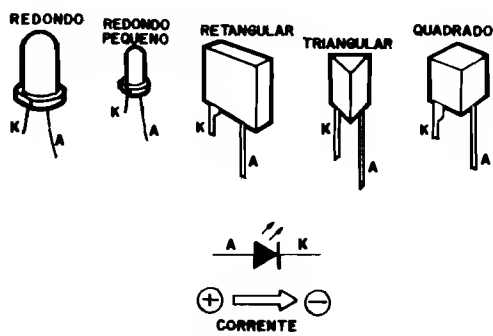

Fig. 5
- FIG. 5 - Não importa o que “está lá dentro” do LED, seu encapsulamento (plástico, acrílico...) pode ser apresentado nos formatos redondo (5mm e 3mm de diâmetro), retangular, triangular, quadrado, etc. (também existem LEDs especiais - no formato - em “seta”, em “estrela”, em “traço”, em “ponto”, etc. Eleticamente, são todos equivalentes (salvo quanto à cor básica, que determina pequenas diferenças na QUEDA DE TENSÃO do componente, conforme veremos na Lição específica...). Ainda na fig. 5 está indicado, novamente, o **sentido** no